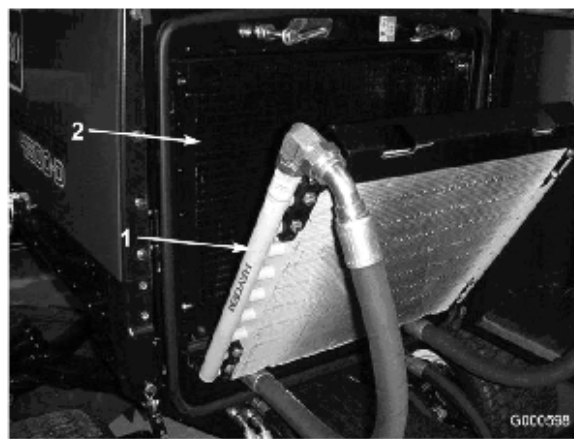

図 50
3. クーラを後ろに傾ける。オイル・クーラとラジエターの裏表を（図 50）圧縮空気で丁寧に清掃する。